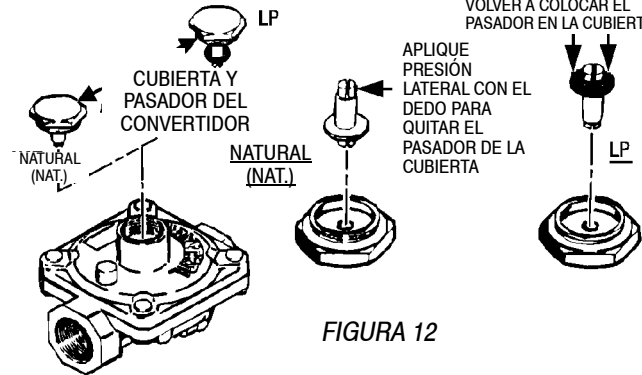

FIGURA 12
B. INVIERTA EL TAPÓN DEL REGULADOR DE PRESIÓN DEL ELECTRODOMÉSTICO (Vea la figura 12)
B. INVIERTA EL TAPÓN DEL REGULADOR DE PRESIÓN DEL ELECTRODOMÉSTICO. (Vea la figura 12.)